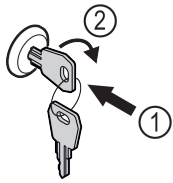

Fig. 123
- ▶ Schlüssel hineindrücken Fig. 123 (1).
- ▶ Schlüssel um 90° im Uhrzeigersinn drehen Fig. 123 (2).